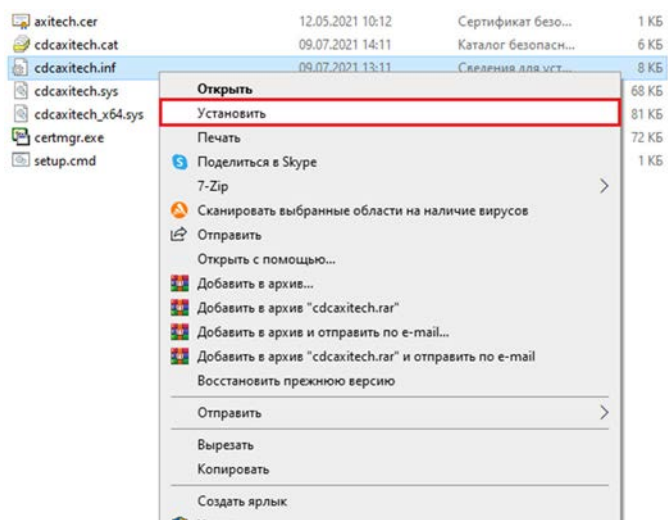

Рисунок 14 – Контекстное меню файла `cdcaxitech.inf`
3. Нажмите ПКМ на файле `cdcaxitech.inf`, выберите пункт контекстного меню – «Установить» (см. рисунок 14).